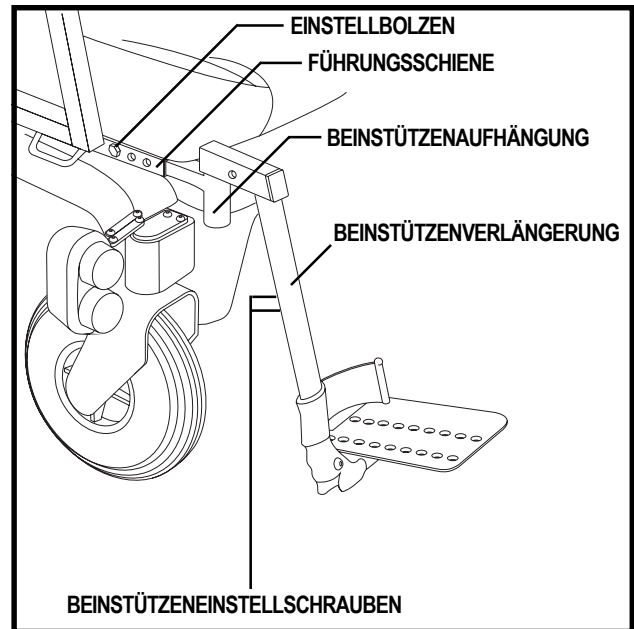

Abb. 16. Einziehbare Schwerlast Beinstützen
1. Entfernen Sie die Einstellbolzen aus der Führungsschiene. Siehe Abb. 16.
1. Entfernen Sie die Einstellschrauben aus der Beinstützenverlängerung. Siehe Abb. 16.